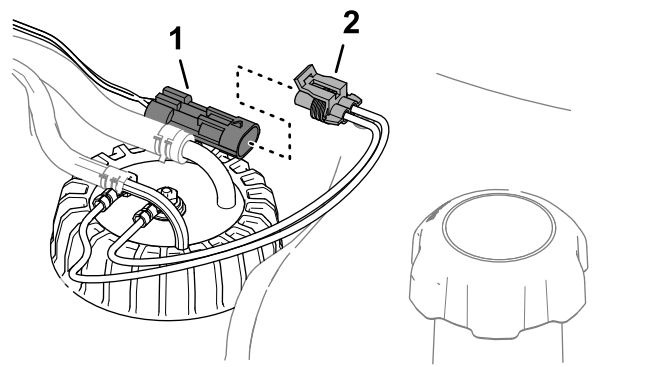

Bild 125
6. Verbinden Sie den Steckverbinder des Kraftstoff-Füllstandsensors mit dem Steckverbinder des Maschinenkabelbaums (Bild 125).